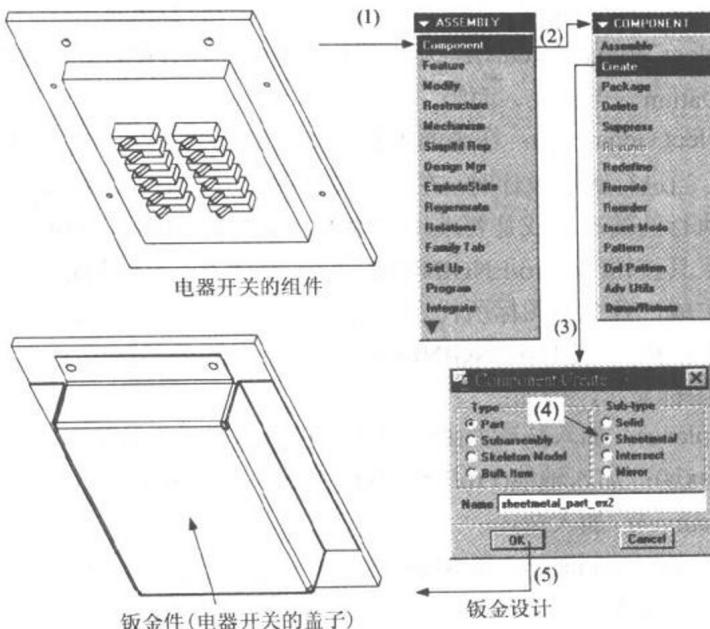

图 1.4
- 在 ASSEMBLY(装配)模块中建构钣金件为新零件，如图 1.4 所示。